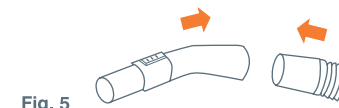

Fig. 5
Conecte el mango (16) con la manguera (10) presionando hasta que ambas partes se fijen. (Fig. 5).